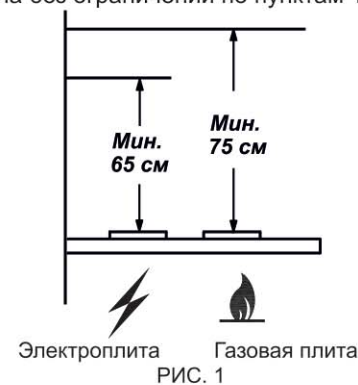

РИС. 1
1.2 Зонт устанавливайте над плитой, как показано на рис. 1.